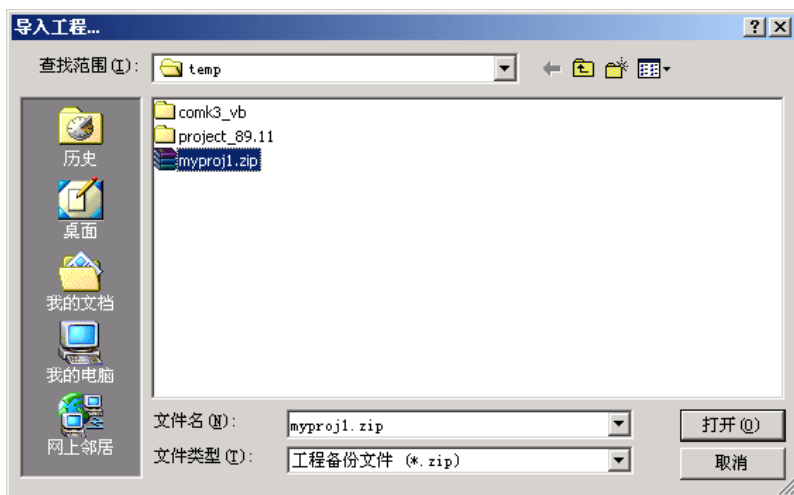

图 4-5
① 执行该命令后，首先将弹出“导入工程…”对话框，如图 4-5。